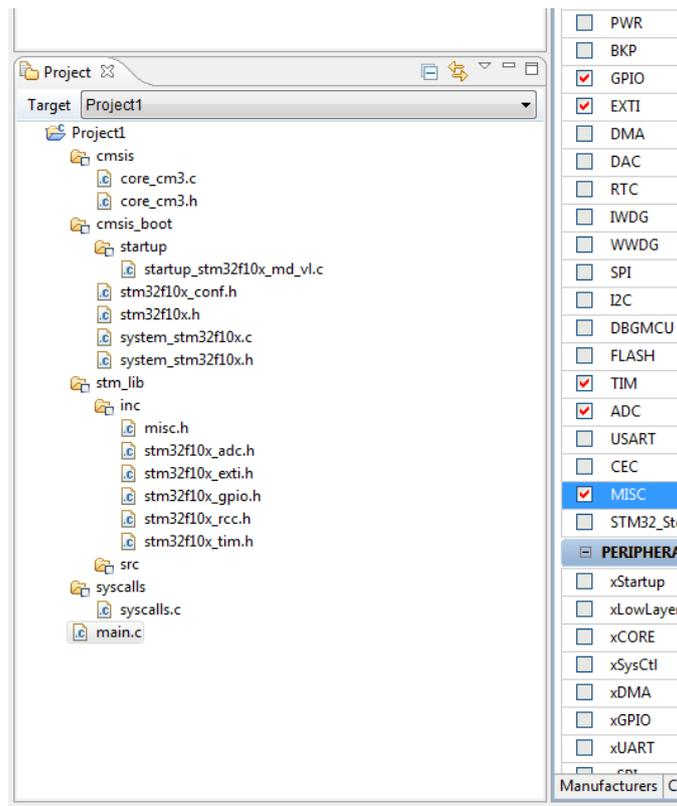
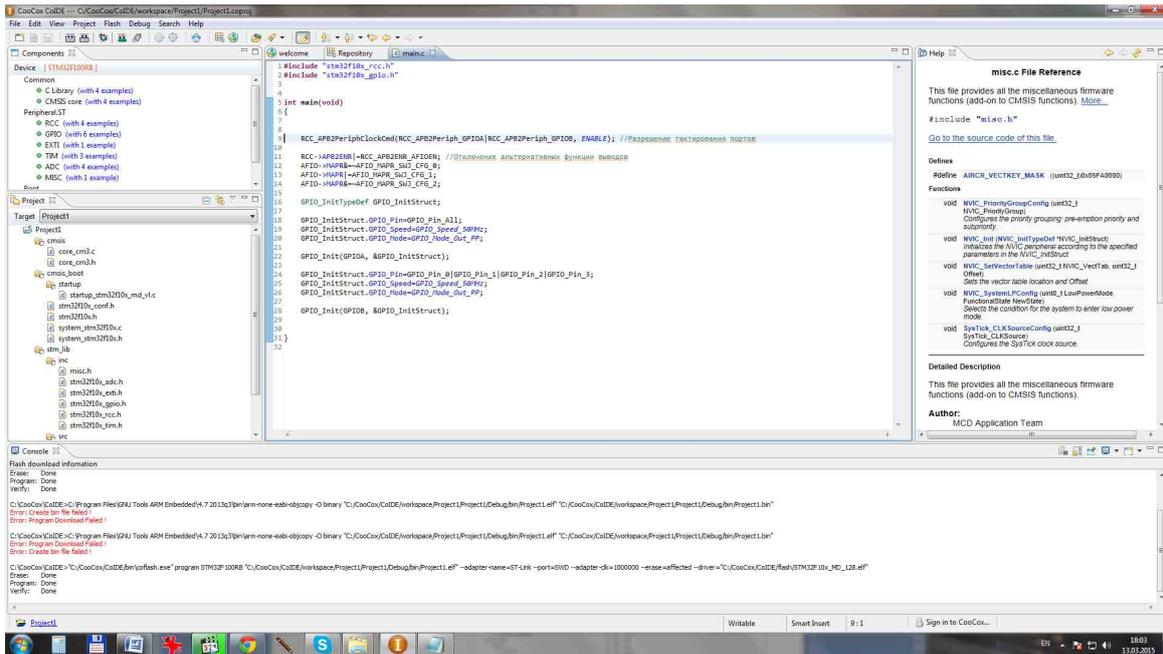

Рис. 3.21. Каталог Project
Рис. 3.22. Окно проекта main.c
7. Далее необходимо открыть файл *main.c* (рис. 3.21). В открывшемся окне пишется программа (рис. 3.22).